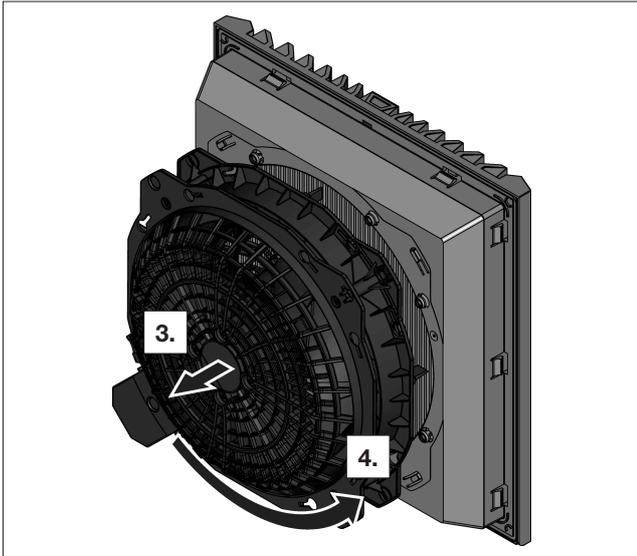

图 16: 转动风扇外壳
- 将风扇外壳旋转 90°、180° 或 270°，使得电气接头处于所需位置（参见图 16）。